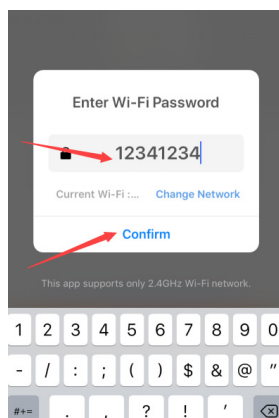

Fig 4
- C) Ingrese la contraseña de WIFI y luego confirme, como se muestra en la imagen 4